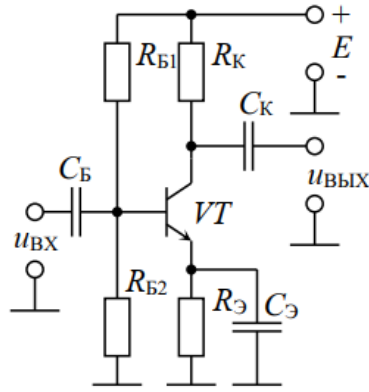

Рис. 1
**2 Задание:** Выберите режим работы транзистора в каскаде с общим эмиттером (рис. 1).